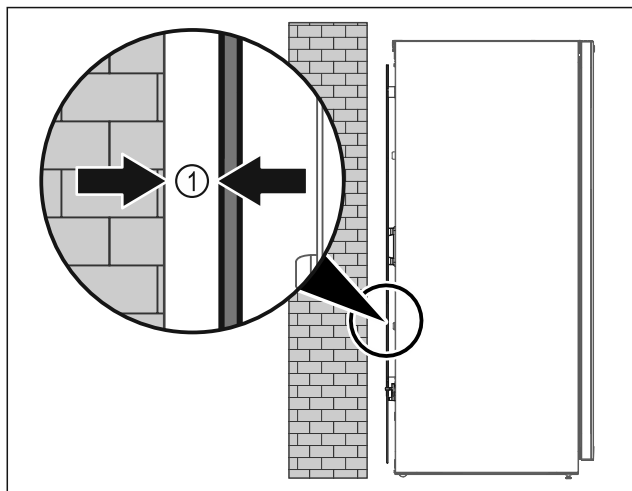

Fig. 10
- Still opp apparatet enten fritt i rommet eller direkte på en vegg med en minimumsavstand på 5 mm Fig. 10 (1).